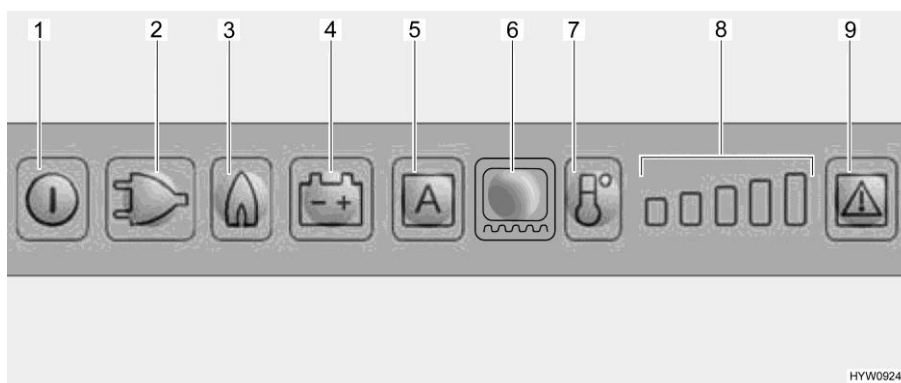

Bild 243 Lysdiodesreglage (kylskåp Dometic)
När gasdriften väljs öppnas tändsäkringen automatiskt så att gas kan strömma till brännaren. Samtidigt tillkopplas den elektroniska tändaren. Om gaslågan skulle slockna, t. ex. på grund av att det blåser, aktiveras tändaren direkt igen och tänder gasen. Vid störningar i gasdrift blinkar ljusknapparna Gas (Bild 243,3) och Störning (Bild 243,9) och det låter i 20 sekunder en akustisk signal.
- Tryck på på/av-knappen (Bild 243,1) i cirka 2 sekunder. Kylskåpet slår på sig, det senast inställda driftläget indikeras.
- Tryck in de belysta knapparna för önskat driftläge (Bild 243,2 - 4) eller för det automatiska läget "AES" (Bild 243,5) (endast för AES utförande).
- Ställ in kyltemperaturen med knappen kylnivåer (Bild 243,7). Kylnivåindikatorerna (Bild 243,8) visar den valda termostatinställningen.
- Tryck på på/av-knappen (Bild 243,1) i cirka 2 sekunder.
När kylskåpet sätts på väljs automatiskt en termostatinställning i mittläge. Denna inställning kan ändras manuellt med knappen temperaturnivåval (Bild 243,7). Det tar alltid några timmar innan man har en normal drifttemperatur i kylskåpet. Vid omkopplingen till ett annat driftläge, bibehålls termostatinställningen.
- Koppla in ramvärmen under 2 timmar: Tryck på ljusknappen ramvärme (Bild 243,6) en gång. En stapel i kylnivåindikatorerna (Bild 243,8) tänds.
- Koppla in ramvärmen under 5 timmar: Tryck på ljusknappen ramvärme (Bild 243,6) två gånger. Två staplar i kylnivåindikatorerna (Bild 243,8) tänds.
- Ställa in ramvärmen på kontinuerlig drift: Tryck på ljusknappen ramvärme (Bild 243,6) tre gånger. Två staplar i kylnivåindikatorerna (Bild 243,8) tänds.
Kylnivåindikatorn (Bild 243,8) visar under några sekunder ramvärmens driftslängd.
Vid en störning blinkar lysknappen Störning (Bild 243,9). Dessutom blinkar antingen en av de lysknapparna Driftläge eller kylnivåvisningen. Dessutom ljuder en akustisk varningssignal. För råd beträffande felindikering och felavhjälpning, se kapitel 15.
- ▷ Tryck, efter åtgärdande av ett fel på gasdriften, in lysknappen Återställ (Bild 243,9).